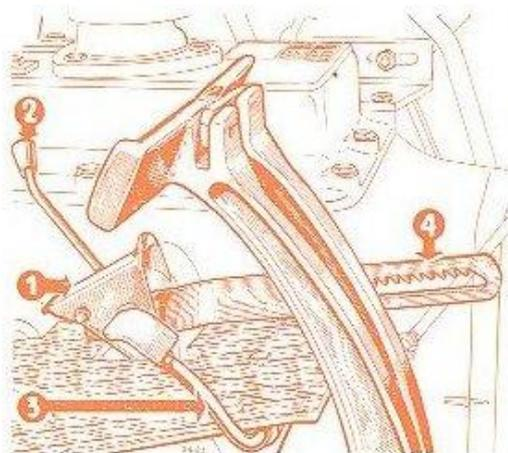

FIG. 12. — Frein de parking en position " desserré. "
A cet effet, agir au pied sur l'étrier (**rep. 1, fig. 12**) ou à la main sur le levier (**rep. 2, fig. 12**). Basculés vers l'arrière, l'étrier et le levier suppriment l'intervention du frein de parking. Au contraire, lorsqu'ils sont basculés vers l'avant, l'étrier et le levier donnent à la crémaillère (**rep. 4, fig. 12**) une orientation telle que la moindre pression sur les pédales immobilise ces dernières.
5° Le tracteur étant en marche, accélérer progressivement en jouant sur l'accélérateur à main. Un accélérateur à pied (**rep. 3, fig. 12**) conjugué avec l'accélérateur à main est exclusivement réservé pour les transports sur route.
- 1^o Ramener le levier d'accélération à main vers le bas de son secteur, puis, de la pointe du pied, soulever au maximum la pédale d'accélération (**rep. 3, fig. 12**).